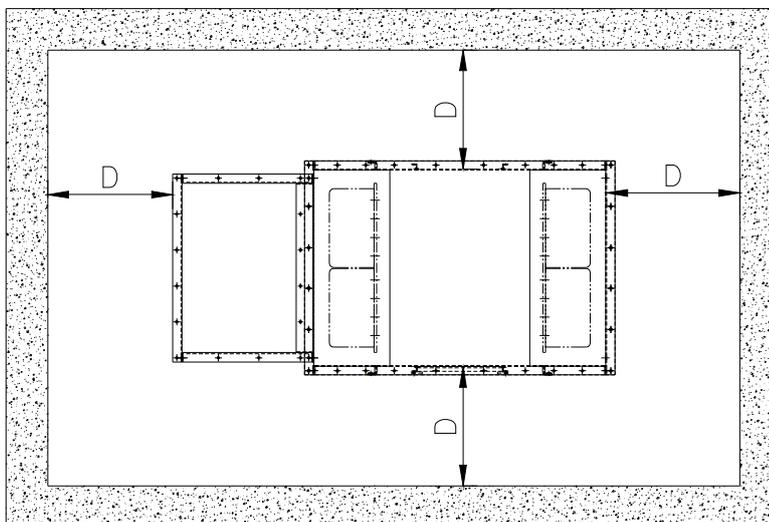

Fig. 7c
- Position the boot in the desired point and make sure to respect the spaces necessary for future maintenance operations, (see Fig7c) and in consideration of the height up to the head.
- Den Fuß an der gewünschten Stelle positionieren und sicherstellen, dass die Freiräume für etwaige zukünftige Wartungsarbeiten beachtet werden (siehe Abb. 7c), wobei die Höhenentwicklung bis zum Oberkopf zu beachten ist.
- Mette le pied à l'emplacement voulu et s'assurer que les espaces nécessaires pour les interventions d'entretien futures sont respectés, (voir Fig.7c) et en tenant compte du développement en hauteur jusqu'à la tête.
- Posizionare il piede nel punto voluto ed accertarsi che siano rispettati gli spazi necessari per i futuri interventi di manutenzione, (vedi Fig7c) e considerando lo sviluppo in altezza fino alla testa.